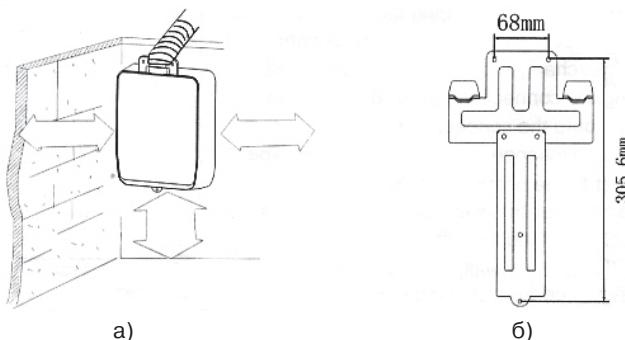

Рис. 5.3.2 (а, б)
- Расстояние от корпуса до стен и пола должно быть в соответствии с рис. 5.3.2 (а)
- Монтаж установки к стене производиться при помощи панели рис. 5.3.2.б)